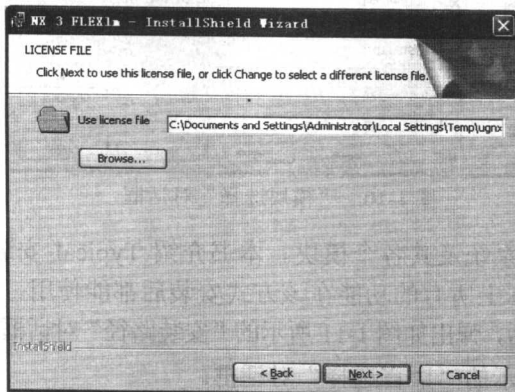

图 1-5 “选择 License 文件”对话框
(4) 单击 Next 按钮, 弹出“选择 License 文件”对话框, 如图 1-5 所示。